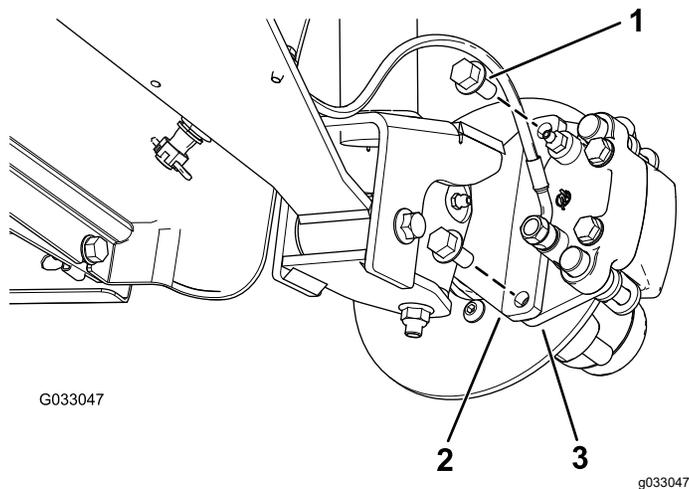
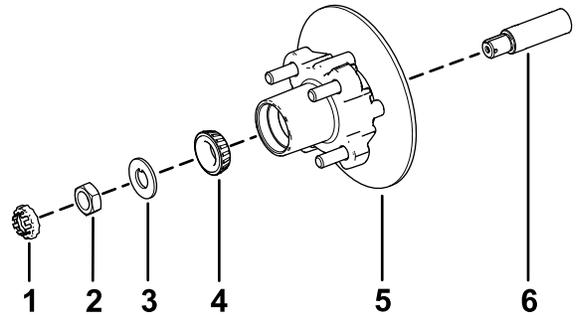

Figura 31
Figura 35
3. Togliete i bulloni a testa flangiata ($\frac{3}{8}$ " x $\frac{3}{4}$ "") che fissano la staffa del gruppo del freno al mandrino e separate il freno dal mandrino (Figura 31).
1. Lubrificate leggermente il mandrino con il grasso specificato (Figura 35).
2. Montate il mozzo e il rotore sul mandrino con il rotore verso l'interno (Figura 35).
3. Montate il cuscinetto esterno sul mandrino e inserite il cuscinetto sull'anello esterno (Figura 35).
4. Montate la rondella di sicurezza sul mandrino (Figura 35).
5. Avvitare il dado del mandrino sul mandrino e serrate il dado a 15 N·m mentre ruotate il mozzo per posizionare in sede il cuscinetto (Figura 35).
2. Allineate le pastiglie dei freni su ciascun lato del rotore (Figura 31) e i fori sulla staffa della pinza con i fori sul supporto del freno del telaio del mandrino (Figura 35).
3. Fissate la staffa del calibro al telaio del mandrino (Figura 31) utilizzando i 2 bulloni a testa flangiata ($\frac{3}{8}$ " x $\frac{3}{4}$ ").